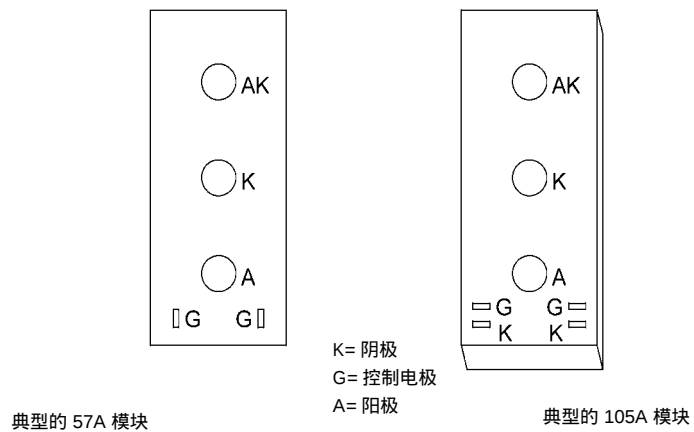

图 27. 3RW345...软起动器用的典型模块
在进行下述试验之前确保所有通向软起动器的供电均被断开并保持断开, 见图 27 至 29
- 1. 拆除组件阳极和阴极之间的负载连接 (图 27 至 29)且检验各晶闸管在阻塞方向中和允通方向中的阻塞电压。